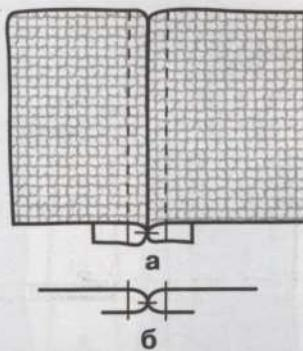

Рис. 20. Расстрочной шов:
Расстрочной шов. Срезы шва разутюживают в разные стороны и по лицевой стороне прокладывают две отделочные строчки слева и справа от шва стачивания (рис. 20).
2. Рассмотрите рисунок 20, выполните расстрочный шов на образце и оформите образец в альбом.